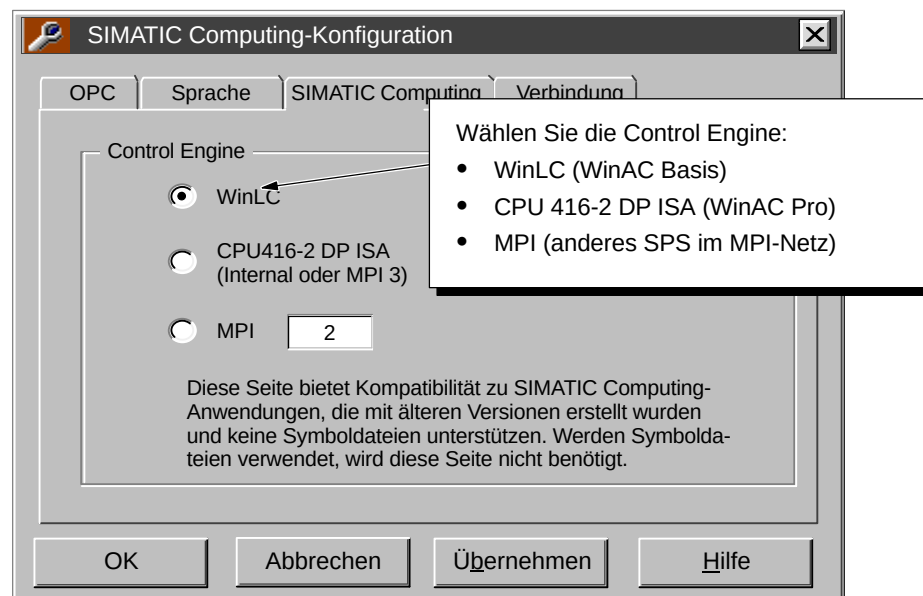

Bild D-3 Einstellen der Control Engine
3. Wählen Sie die Control Engine (siehe BildD-3):